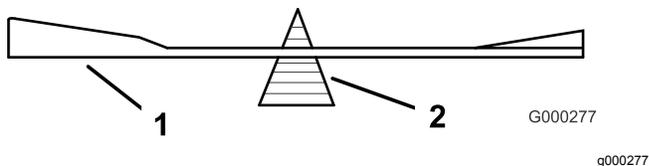
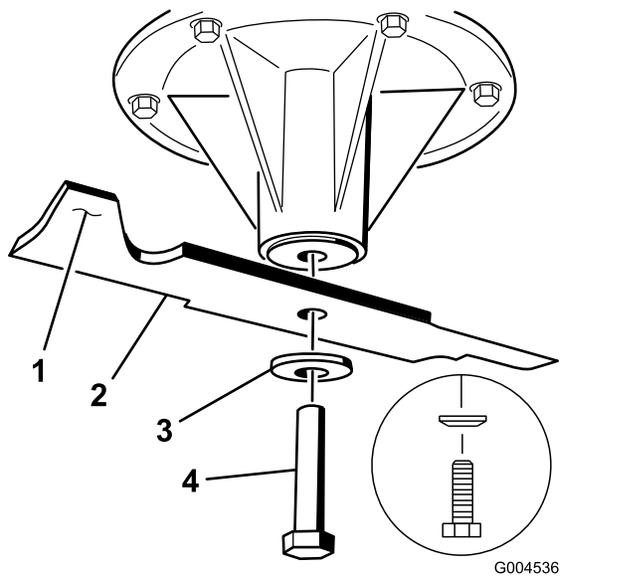

Figura 103
Figura 104
2. Verifique el equilibrio de la cuchilla colocándola sobre un equilibrador de cuchillas (Figura 103). Si la cuchilla se mantiene horizontal, está equilibrada y puede utilizarse. Si la cuchilla no está equilibrada, rebaje algo del metal en la parte de la vela solamente con una lima (Figura 104). Repita este procedimiento hasta que la cuchilla esté equilibrada.
1. Instale la cuchilla en el eje (Figura 104).